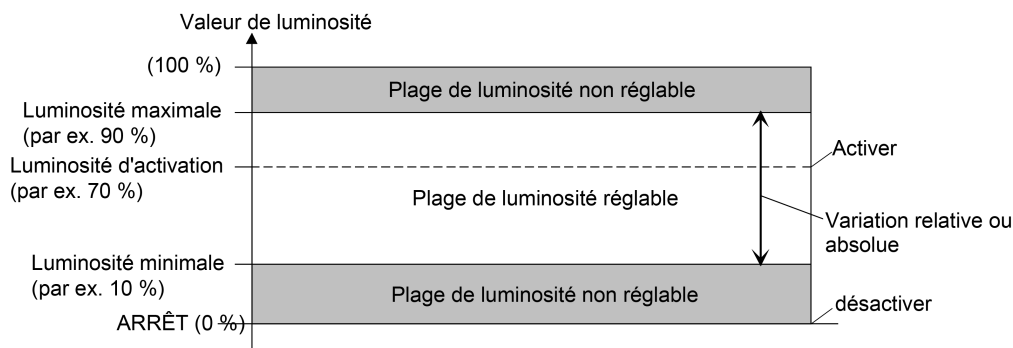

Figure 13: Exemple d'une plage de luminosité avec luminosité minimale
- Définition de la limite de luminosité inférieure avec luminosité minimale (figure 13) :
- i** Dans le mode de fonctionnement « Commande de vitesse » pour la variante d'appareil « à 1 poste » (identique à la description des valeurs de luminosité pour une commande de l'éclairage dans ce chapitre), la vitesse minimale peut être configurée dans l'ETS (figure 13). La configuration alternative d'une vitesse de base n'est pas prévue dans ce cas pour des raisons techniques. La vitesse maximale n'est pas non plus réglable via un paramètre. Elle est définie de manière fixe à 100 %. La vitesse d'activation est présélectionnée à la vitesse maximale (100 %) et ne peut être modifiée.